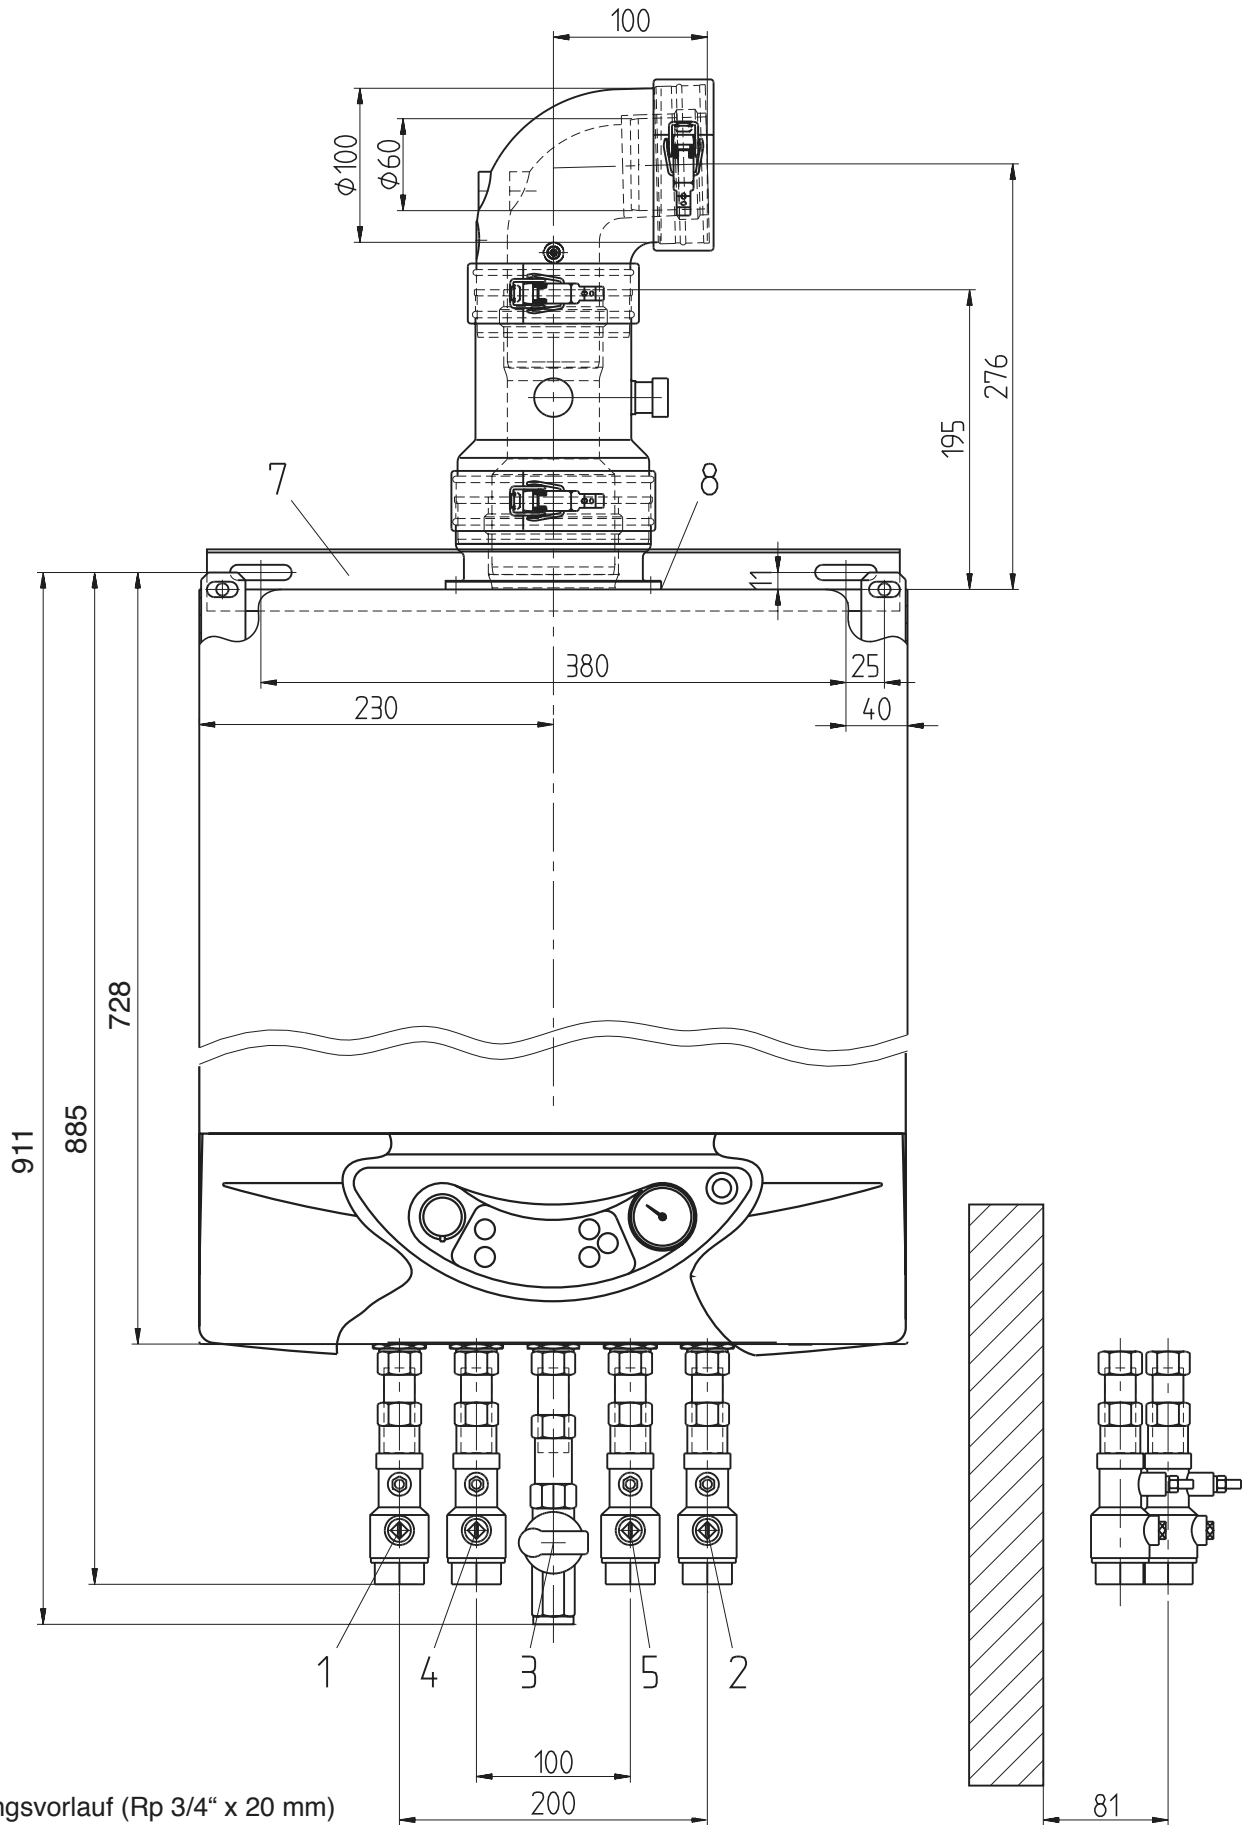
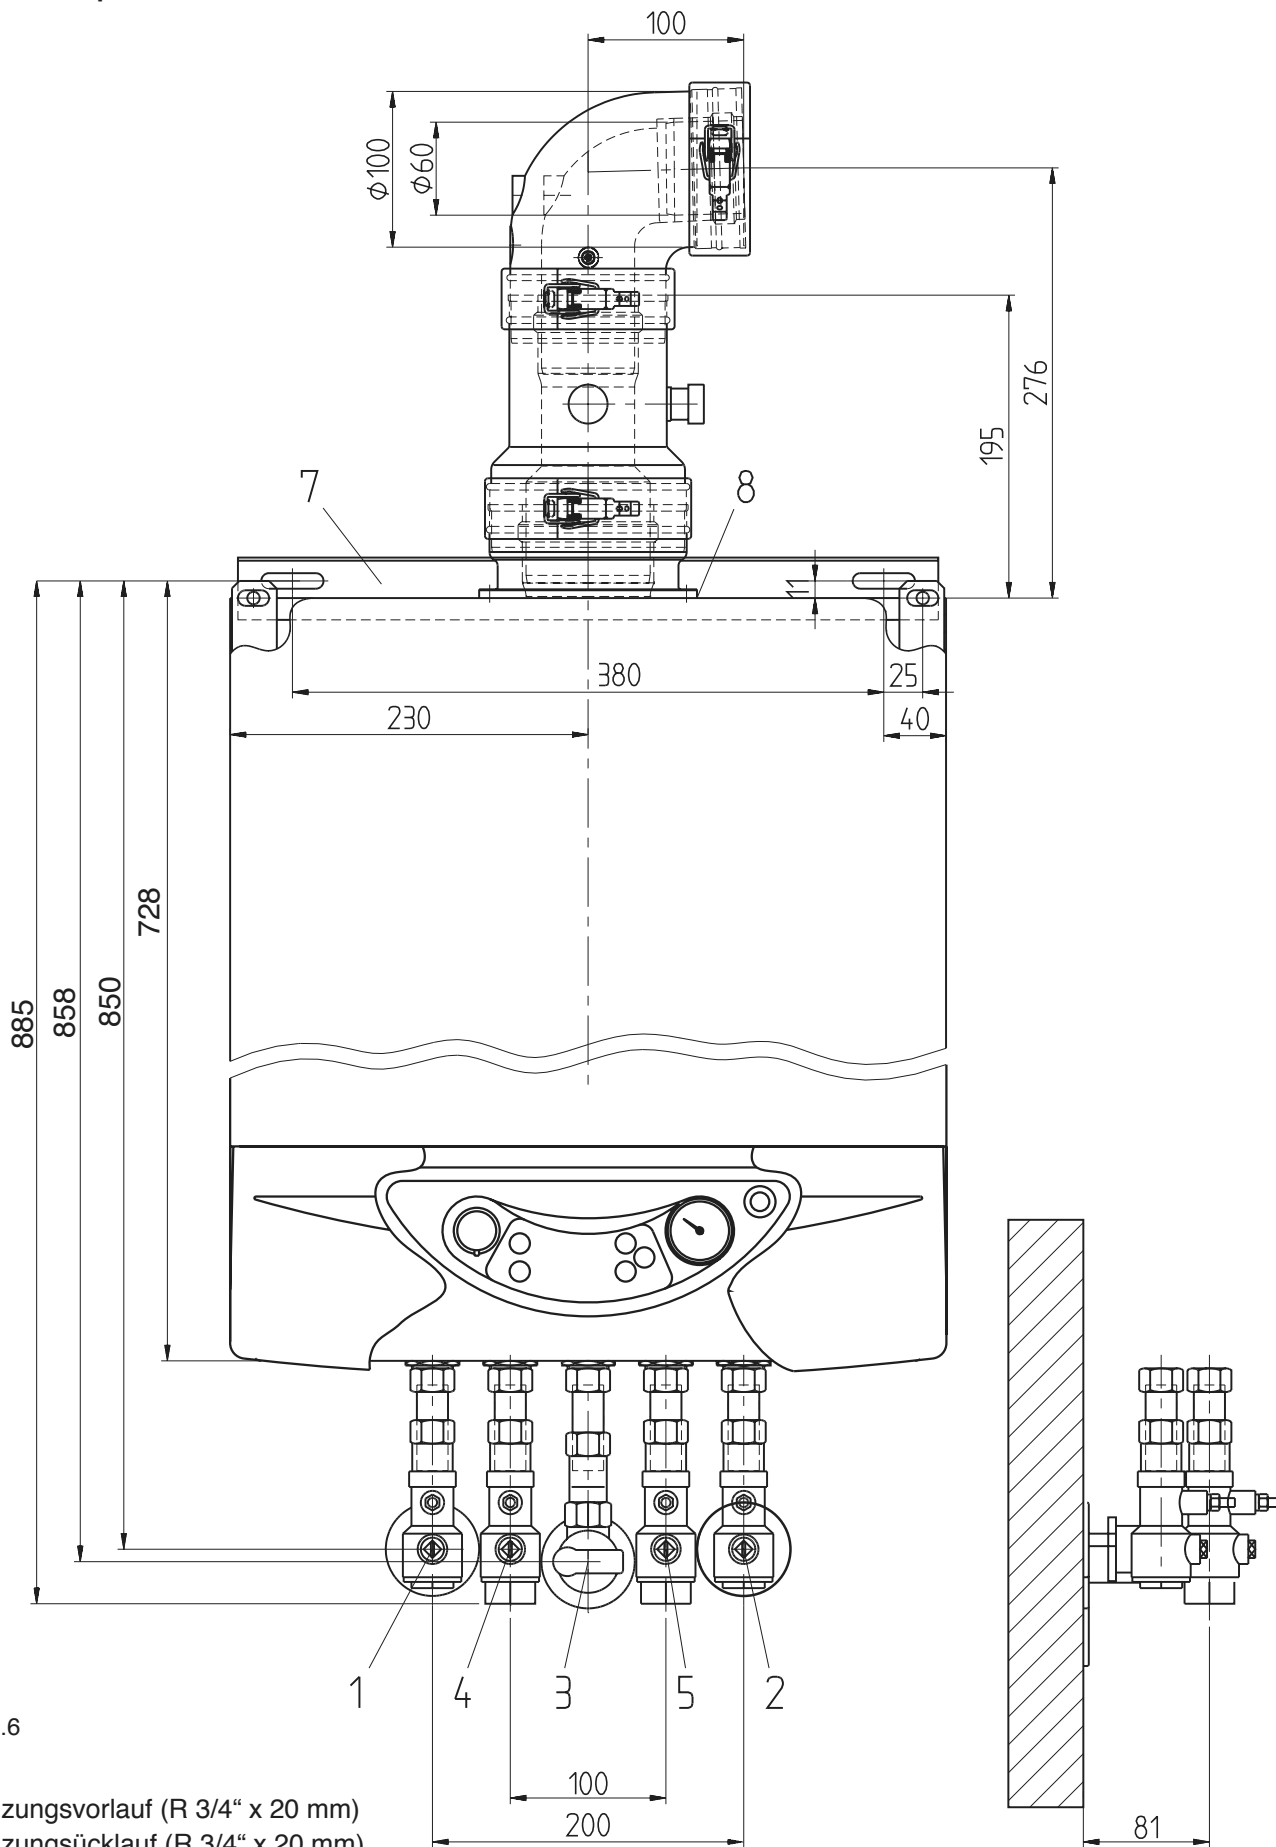

Abb. 4.5
Abb. 4.6
- Bei der Installation der Rohrleitungen und des Ferroli-Anschlußzubehöres beachten Sie die Maße in Abb. 4.5 bzw. Abb. 4.6.
- Montieren Sie die Montageschiene entsprechend der Maße in Abb. 4.5 bzw. Abb. 4.6 an die Wand.